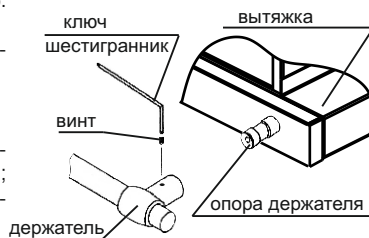

рис. 6
6.4 Для вытяжки «Интегра 50/60П-400-В2Л рейлинг». После установки вытяжки, необходимо прикрепить рейлинг рис. 6.